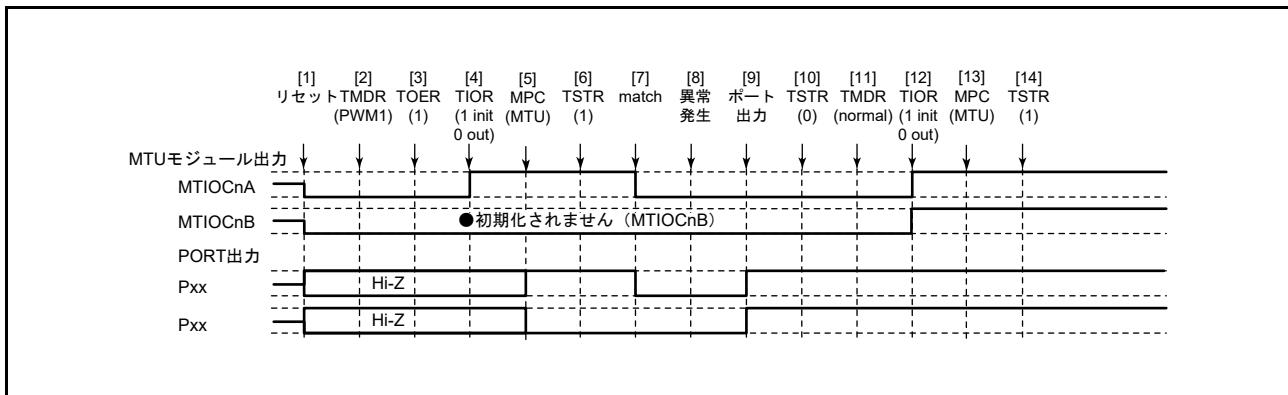

図 20.133 PWM モード 1 で異常が発生し、ノーマルモードで復帰する場合
PWM モード 1 で異常が発生し、再設定後ノーマルモードで再スタートする場合の説明図を図 20.133 に示します。
- [1] ~ [10] は図 20.133 と共通です。
(9) PWM モード 1 で動作中に異常が発生し、PWM モード 2 で再スタートする場合の動作
[1] ~ [10] は図 20.133 と共通です。
[1] ~ [10] は図 20.133 と共に通です。